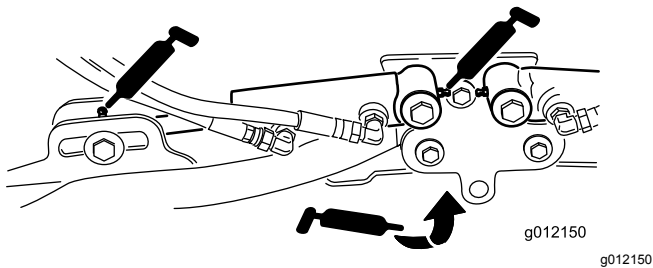

Figure 65
- Vérins des bras de levage des plateaux de coupe (x 2) (Figure 65)
- Pivots des bras de levage (x 1) (Figure 65)